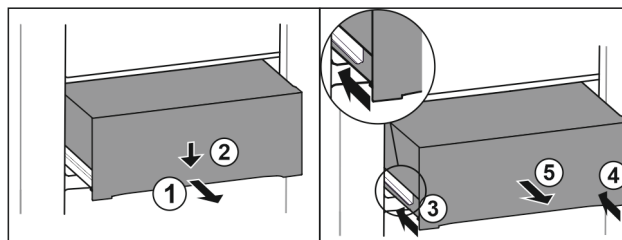

Fig. 112
- ▶ Húzza ki félig a fiókot. Fig. 112 (1)
- ▶ Nyomja le a fiók elülső oldalát. Fig. 112 (2)
- ▶ Tolja be a bal oldali sínt körülbelül 2 cm mértékben. Fig. 112 (3)
- ▶ Tolja be a jobb oldali sínt körülbelül 2 cm mértékben. Fig. 112 (4)
- ▶ Vegye ki a fiókot előrefelé. Fig. 112 (5)